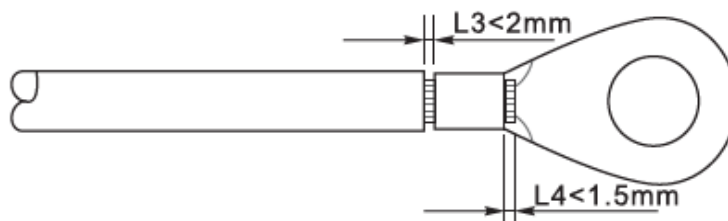

Figura 15 - Preparazione del cavo di terra (2)
- 2) Inserire i fili esposti nel terminale OT e crimarli usando uno strumento per la crimpatura, come mostrato nella Figura 15.